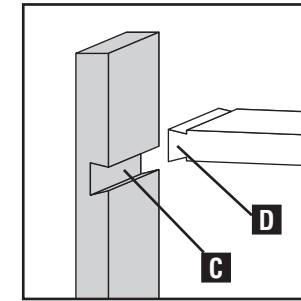

Fig. 7
La ranura de cola de milano, o la cola de milano deslizante (Fig. 7), consiste en una ranura con forma de cola de milano (C) en una tabla y una espiga con forma de cola de milano (D) en la otra tabla.